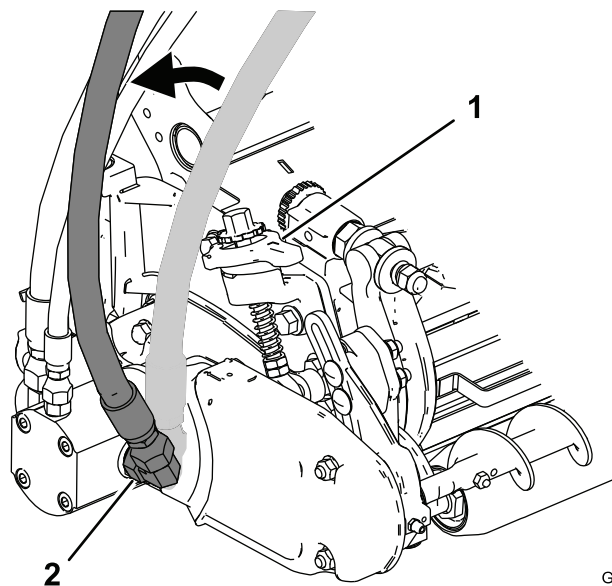

Figure 17
1. Desserrez l'écrou sur le raccord qui relie le flexible hydraulique arrière au moteur d'entraînement de cylindre (Figure 17).
2. Faites pivoter le flexible à l'opposé de la machine jusqu'à ce qu'il ne gêne plus le mouvement du levier de levage rapide (Figure 17).